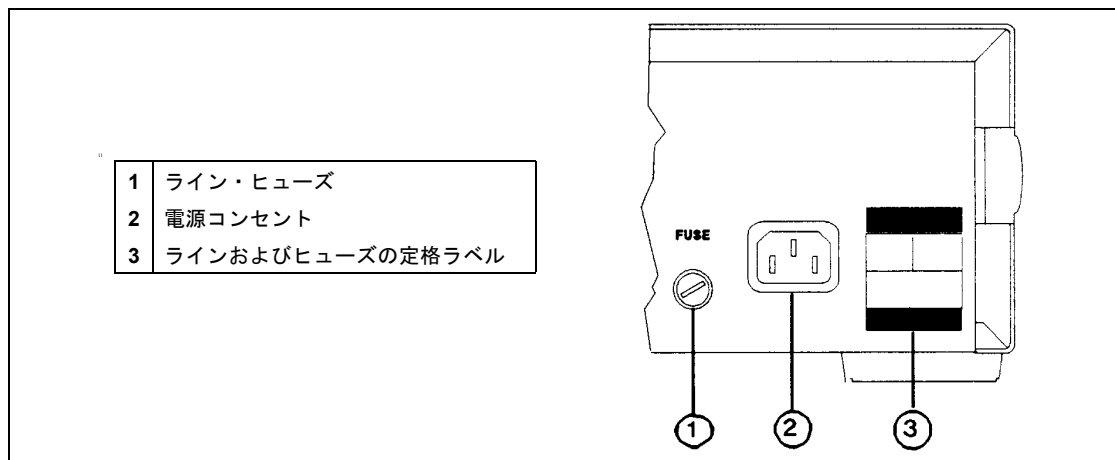

図2-1. シリーズ654xAおよび655xA電源接続
本器は、リア・パネルのラインRatingラベルに示してあるように、公称100V、120V、220V、230V、または240Vの単相交流電源で作動させることができます。各種電源の電圧および周波数については、表1-1aの「AC入力定格」を参照してください。表1-1bの「最大ACライン電流定格」には必要な電流負荷が表されています。ライン・ヒューズは、リア・パネルのヒューズ・ホルダ内に取り付けられています（図2-1参照）。リア・パネルのLine Fuseラベルには、本器で使用されるヒューズ値が示されており、表1-3には、交換用ヒューズが表されています。
部品の位置については、図2-1および図4-1を参照にしてください。
- II. ラインおよびヒューズの定格ラベル（図2-1の3）を確認します。
- B. ドライバを使ってヒューズホルダ（図2-1の1）からライン・ヒューズを取り出し、ヒューズがラベルで定められているものであることを確認します。ヒューズを元に戻します。